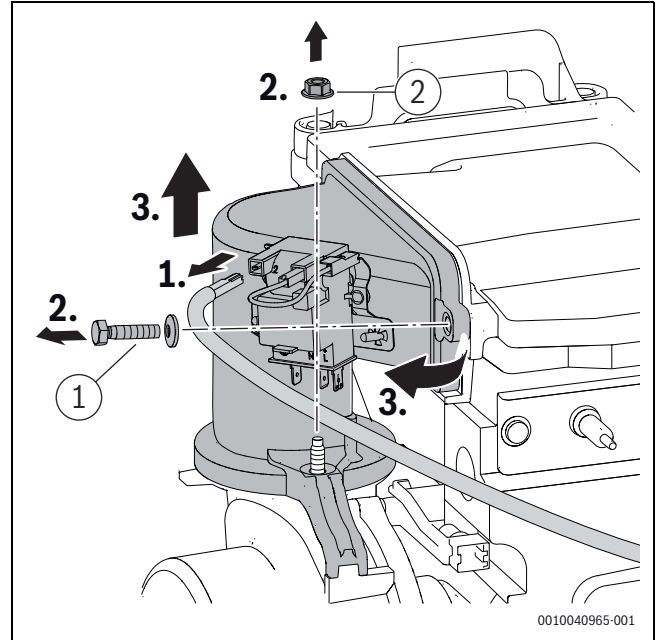

Fig. 60 Démontier le dispositif de mélange
- ▶ Serrer les vis et l'écrou ([1] et [2], fig. 60) du dispositif de mélange à  $5,5+0,5$  Nm.